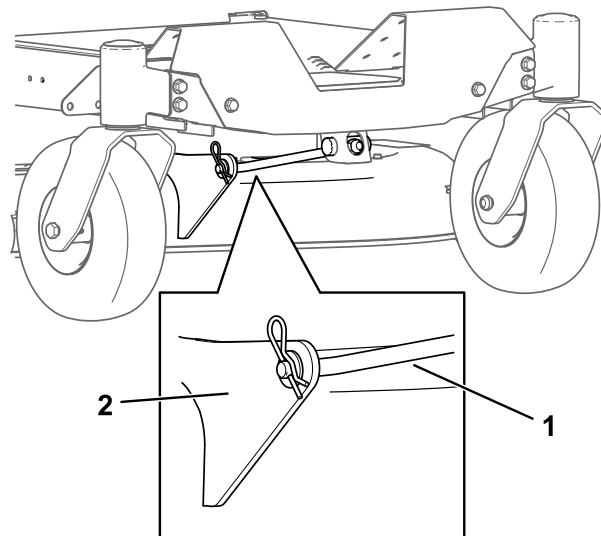

Figura 72
5. Retire la chaveta de la varilla de soporte delantera y retire la varilla del soporte de la carcasa (Figura 72).
- Conecte la varilla de soporte delantera a la carcasa de corte con el pasador y la chaveta (Figura 72).